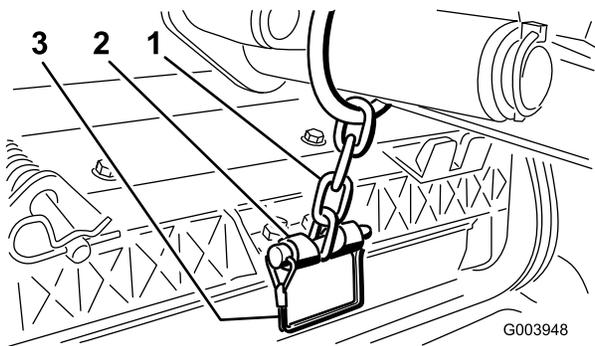

図 13
12. スナップピンを使って、昇降アームのチェーンを昇降アームに固定する 図 13。カッティングユニットのオペレーターズマニュアルに従って、決められたリンクを使用すること。